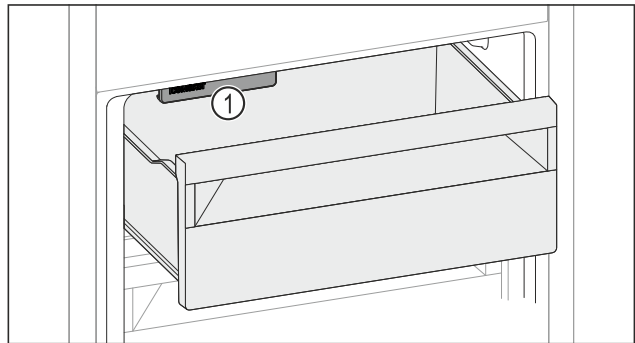

Fig. 158
- ▶ Huomioi IceMaker Fig. 158 (1).